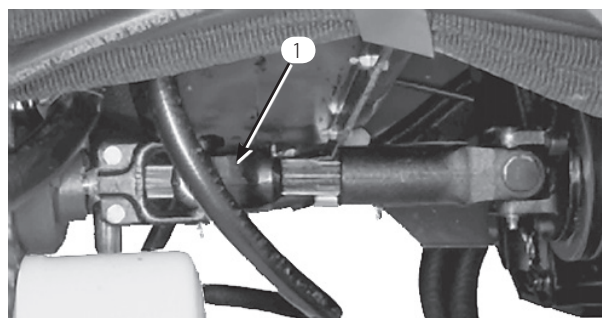

図 30
1. 駆動シャフトをエンジンの駆動カップラに固定しているキャップスクリューをゆるめて外す。駆動シャフトをトランスミッションに接続しているキャップスクリューを外す (図30)。駆動シャフトを取り外す
5. 牽引作業が終了したら、図 30 に示すように駆動シャフトを元通りに取り付ける。スプラインにより、正しい方向以外では接続できないようになっている。